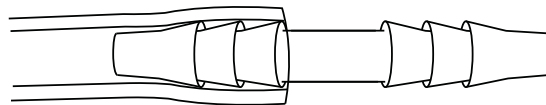

Fig. 17c
17.5 Poussez une extrémité du tuyau de plastique sur la sortie de la sonde. Passez l'autre extrémité du tuyau dans un passe-fil noir situé sur le dessus de l'humidificateur et poussez-la sur le raccord déjà installé dans l'appareil. Voir Fig. 17c.